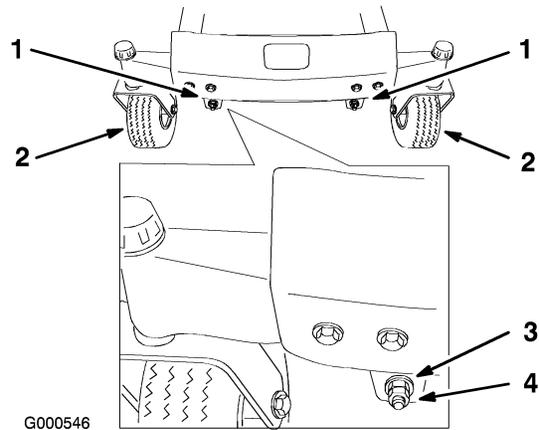

Figura 48
5. Fate ruotare con cautela la lama (o lame) da un lato all'altro (Figura 48). Misurate la distanza tra i taglienti esterni e la superficie piatta (Figura 48). Se entrambe le misure non rientrano nella tolleranza di 5 mm è necessario regolare; proseguite l'operazione.
11. Per regolare l'inclinazione longitudinale della lama, togliete i dadi di bloccaggio e fate girare i dadi di regolazione sul frontale del tosaerba (Figura 48).
13. Dopo avere regolato in modo uniforme entrambi i dadi di regolazione, controllate nuovamente l'inclinazione longitudinale. Continuate la regolazione dei dadi finché la punta della lama anteriore non è più bassa di 1,6–7,9 mm rispetto a quella posteriore (Figura 48).
Nota: Dopo aver messo a punto i dadi di regolazione, verificate che le aste di supporto non siano allentate (Figura 49). All'occorrenza, serrate una delle aste per tenderle (Figura 48).